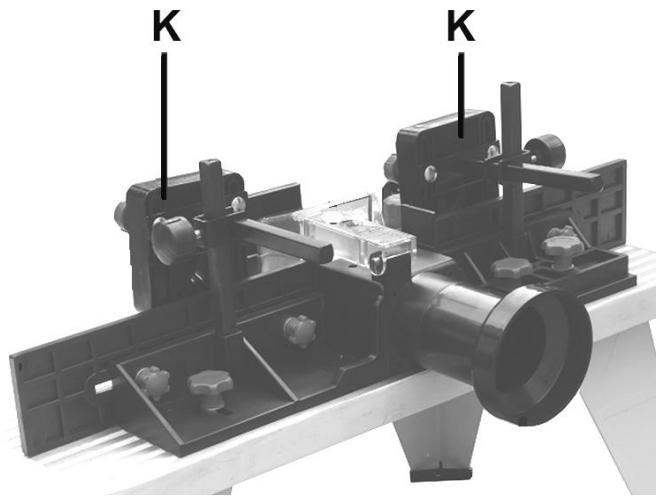

Fig 8
**Montage der Druckkämme (Fig 8, Fig 9):**